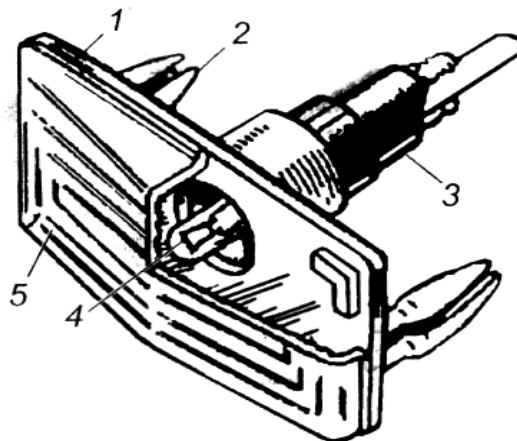

Рисунок 5.10 – Боковой повторитель указателя поворота
10. Опишите устройство и назначение, а также перечислите основные требования, предъявляемые к боковым повторителям указателей поворота (рисунок 5.10).